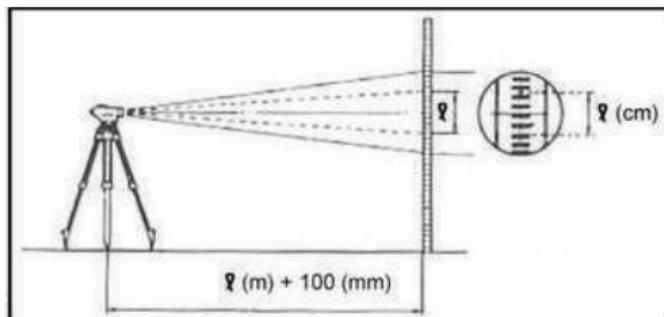

Рис.18
**Пример:** Если  $\varnothing$  равно 32 см, то горизонтальное проложение о центре инструмента А до рейки В составляет 32 м плюс постоянная поправка дальномера (32 м +100 мм). (Рис.18)